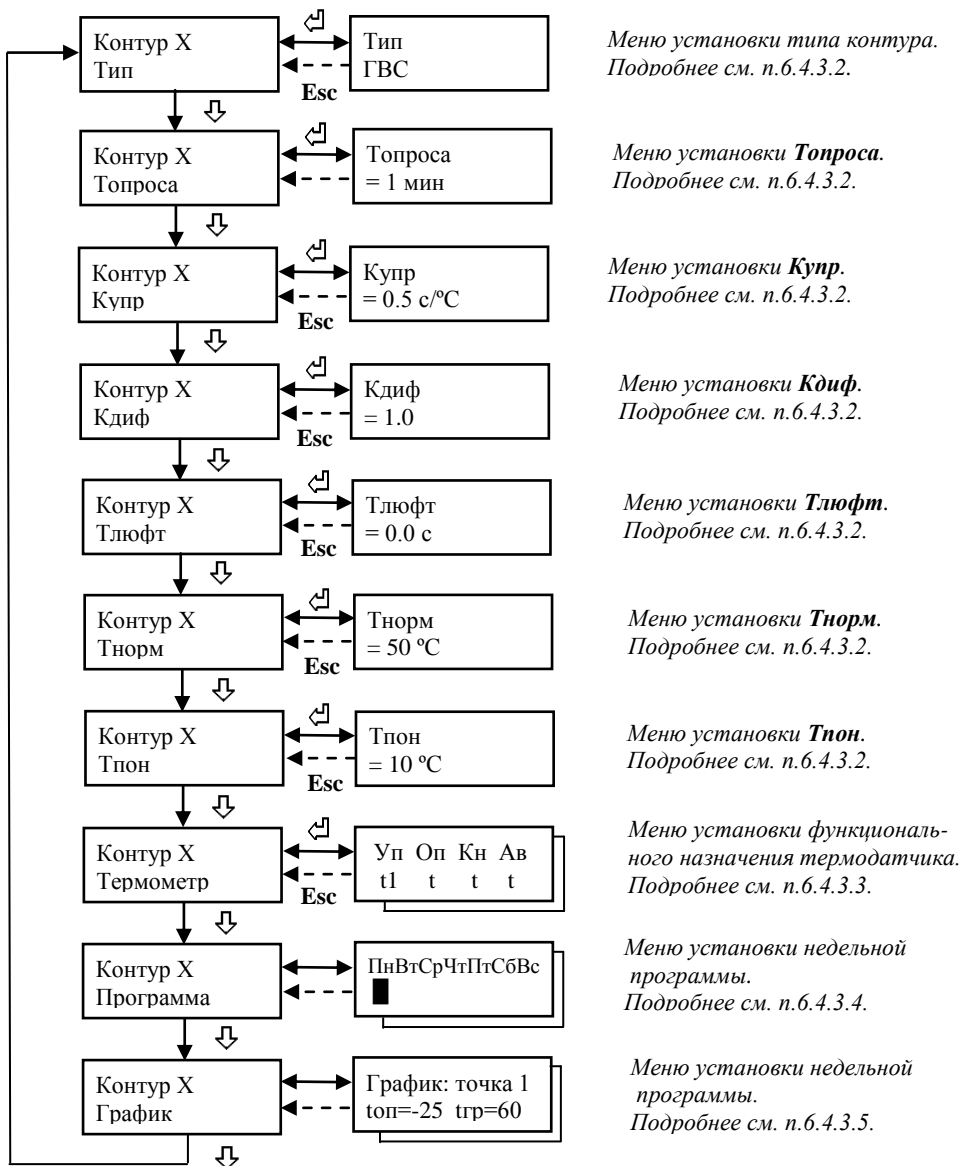

Рис.6 Структура меню “Контур X”.
6.4.3.1 Общая структура меню “Контур X” одинакова для каждого контура (1...3) управления клапаном и приведена на рис.6.